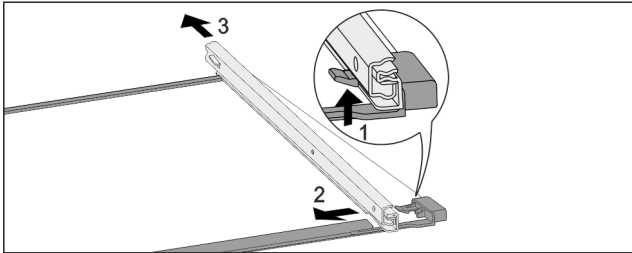

Fig. 77 Glasplaat met rails
- ▶ Voorste vergrendelhaak naar boven duwen. Fig. 77 (1)
- ▶ Uitschuifrail naar de zijkant Fig. 77 (2) en naar achteren Fig. 77 (3) wegschuiven.